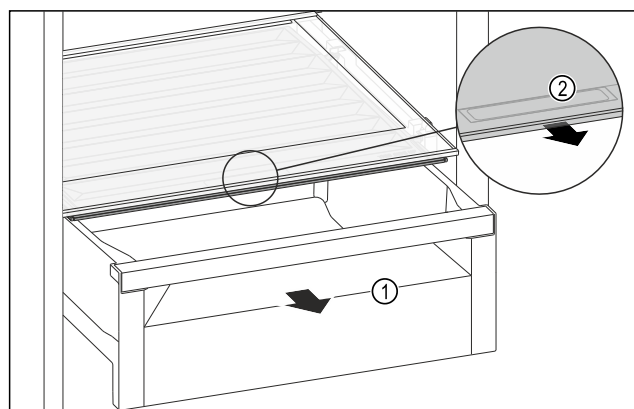

Fig. 108
- 拉出抽屉 Fig. 108 (1)。
- 抓住抽屉盖上的内嵌式拉手 Fig. 108 (2)，并同时向前拉出抽屉盖。